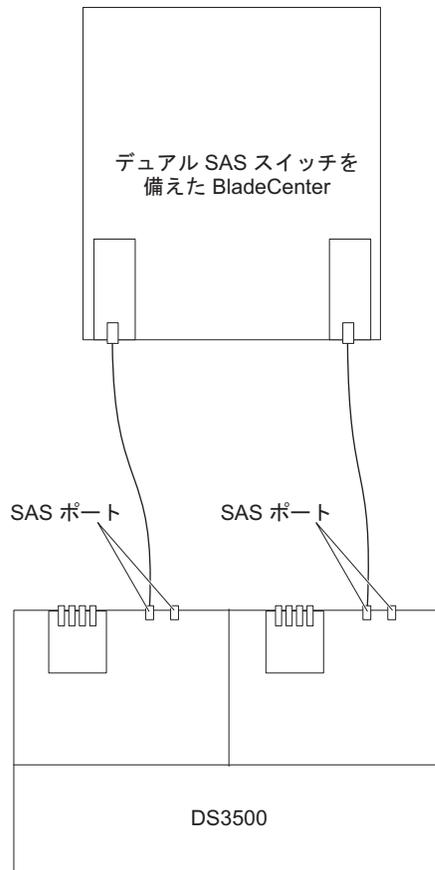

図 72. BladeCenter ユニットに接続されている DS3500 の例
2. 予備のホスト接続を作成するには、2 番目の SAS 接続モジュールから、DS3500 の他のコントローラーのホスト・コネクタに SAS ケーブルを接続します。デュアル・コントローラー DS3500 では、92 ページの図 72 で示すように、BladeCenter から DS3500 コントローラーのホスト・ポートごとに 1 つの接続を行うことで、最大 2 つの冗長ホスト接続を作成することができます。
92 ページの図 72 は、1 台の BladeCenter ユニットに接続されている DS3500 の例を示しています。